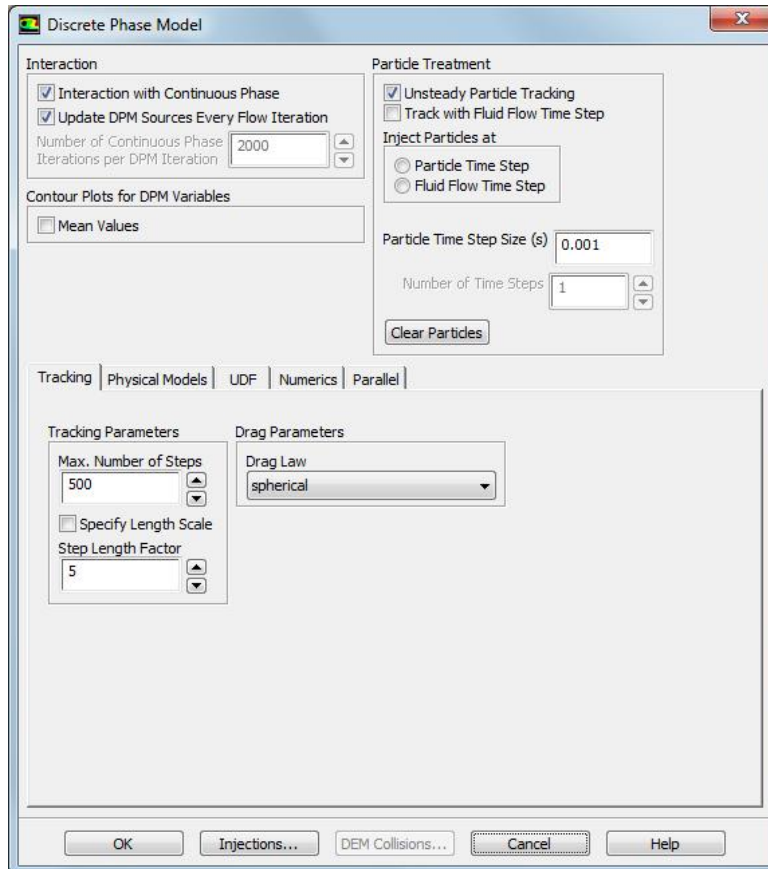

Рисунок 1.11 – Меню настройки параметров испарения (*Discrete Phase Model*)
2. Так как топливо, используемое в двигателе, является жидким то необходимо настроить параметры процесса испарения топлива (рисунок 1.11).